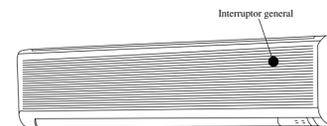

Fig. 8
- (1) Confírmese que el interruptor general esté situado en "NORMAL". (Fig. 8)
- (2) La perilla debe estar situada, normalmente, en la posición superior. La perilla puede ser usada, como medida transitoria, para la operación continua de enfriamiento.